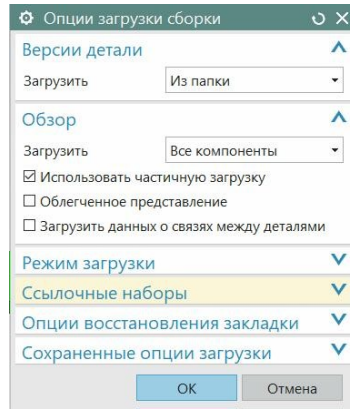
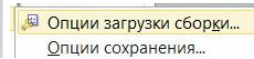

рис.39
рис.40
- Опять напомним, что в этом курсе мы говорим о **локальном NX**, и про опции загрузки локального NX. И диалоговое окно «Опции загрузки сборки» (рис.39), и правила работы с ним отличаются от похожих рассуждений при работе с NX под управлением Teamcenter.
- Эти опции загрузки сборки нужно задать ещё перед процессом загрузки. Для этого нужно обратиться к команде «Файл | Опции | **Опции загрузки сборки**» (рис.40). В ответ появится соответствующее диалоговое окно (рис.39). Как видите, это окно разделено на несколько полей. Рассмотрим наиболее важные из этих полей.